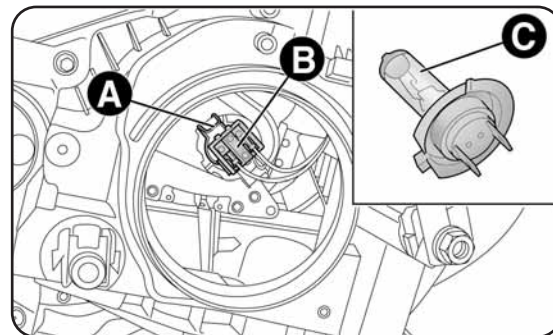

fig. 17
- sganciare la molletta fermalampada A-fig. 17;